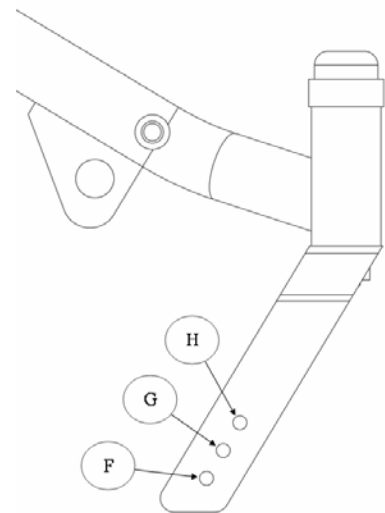

Figure 17 - Position de la roue avant
1. Déterminer la position de la roue avant sur la fourche selon les indications présentées au tableau 6 et à la figure 17;